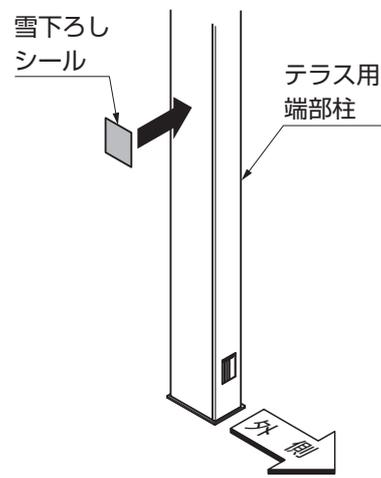

図10-3
- ①テラス用端部柱フタをテラス用端部柱の内側からはめ込んでください。
- ②テラス用端部柱の見やすい位置に雪下ろしシールを貼付けてください。(図10-3参照)